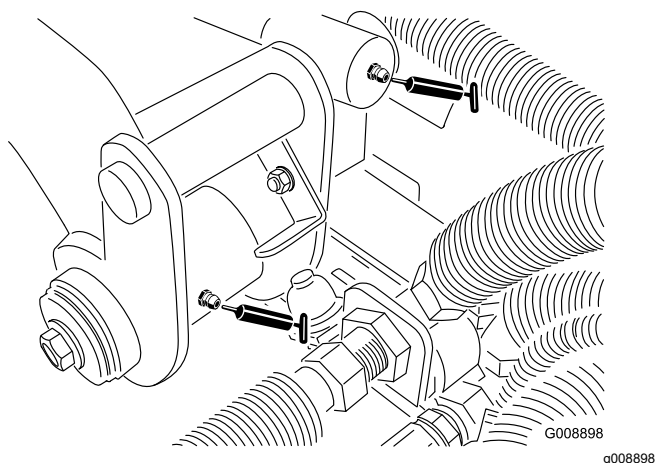

Figura 37
- 2 pivotes de brazo de elevación trasero y cilindro de elevación (Figura 37)